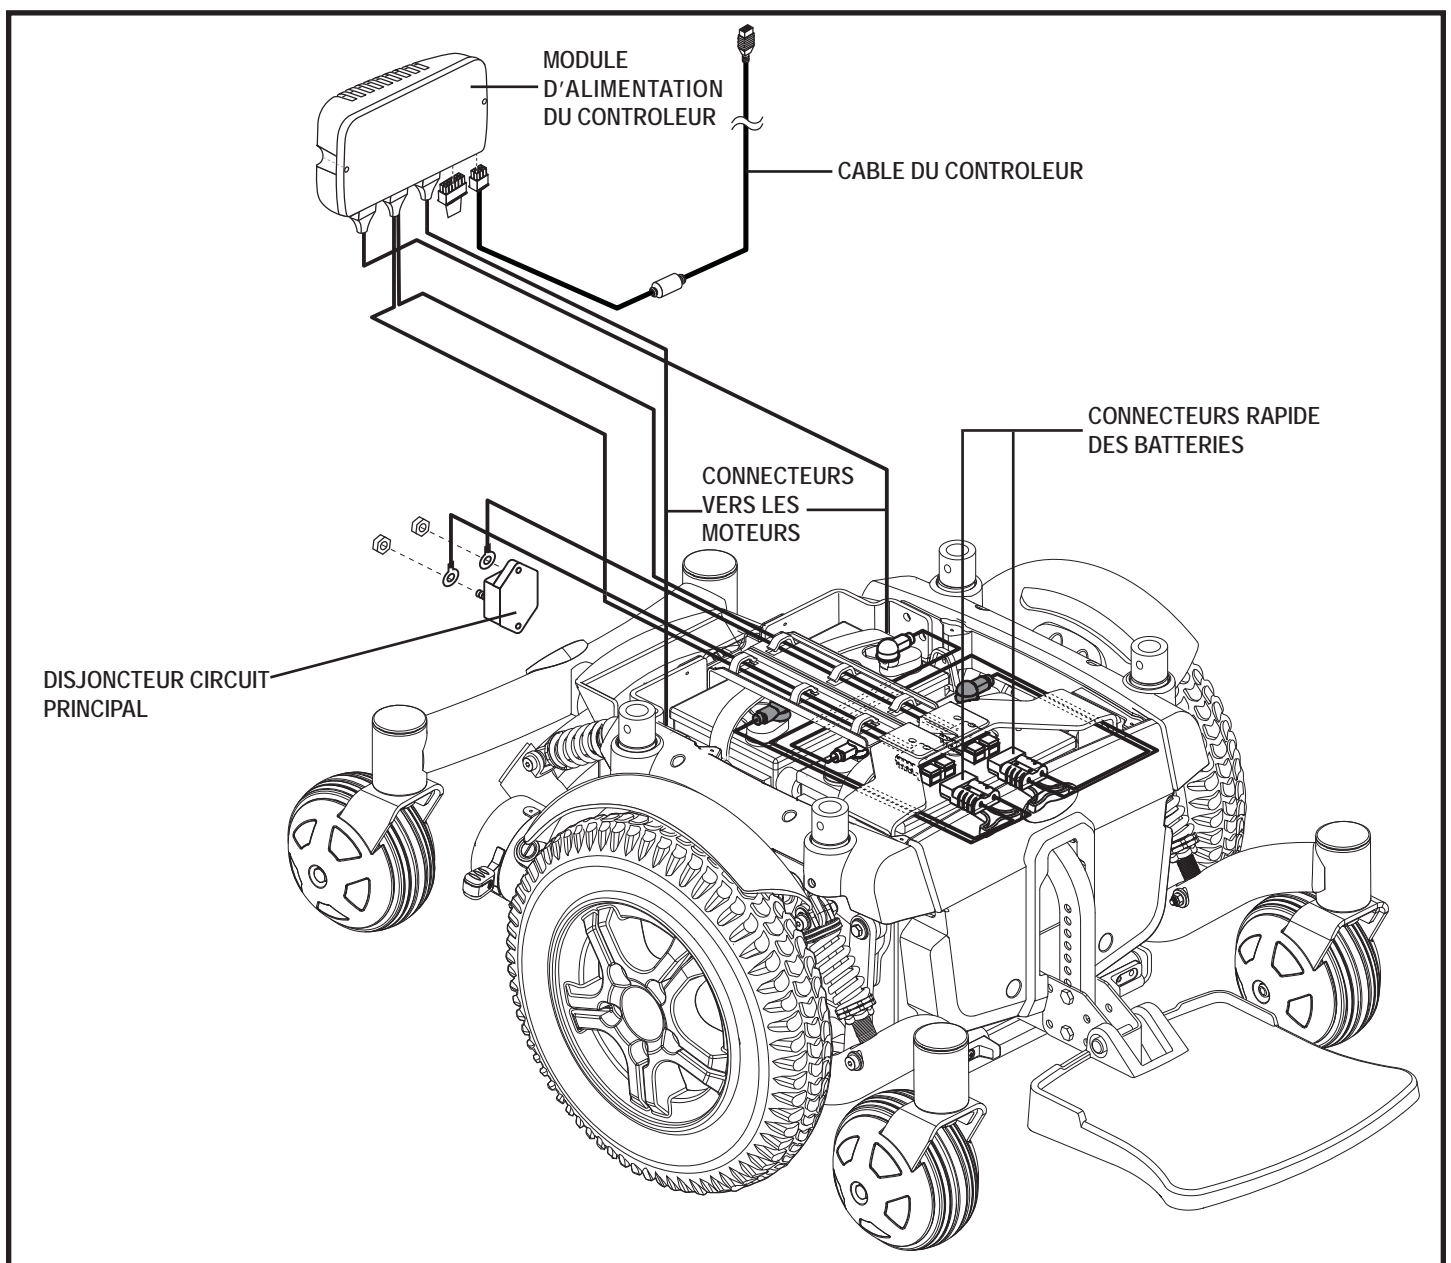

Figure 3. Composantes électroniques du Quantum 6000Z Serie
Les composantes électriques sont le contrôleur, les batteries et les moteurs. Les batteries, les moteurs et le module d'alimentation du contrôleur (si équipé) sont situés sur la base motorisée. Le contrôleur est situé sur le module de siège. Les composantes sont reliées entre elles à l'aide de un ou plusieurs câbles. **Voir la figure 3.**
6. Branchez le connecteur du contrôleur dans la base motorisée. **Voir la figure 3.**
4. Débranchez le/les connecteur(s) du contrôleur de la base motorisée. **Voir la figure 3.**